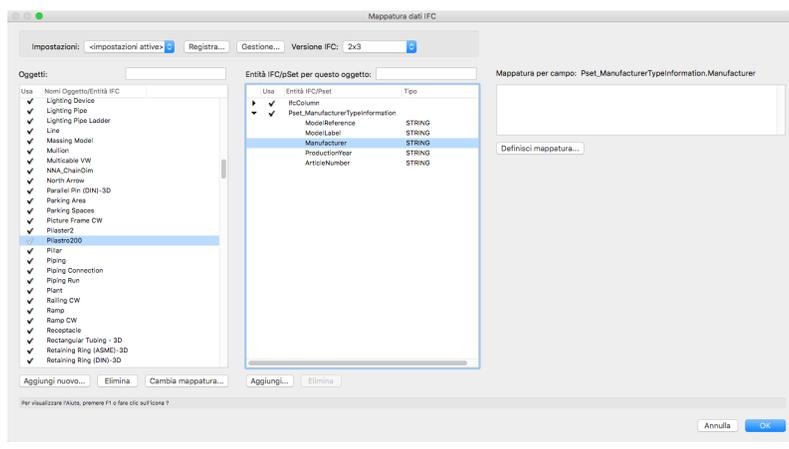

FIGURA 19
2. Selezionare il parametro desiderato per la mappatura. Per esempio, selezionare il parametro "Manufacturer" nel set proprietà **pSet_ManufacturerTypeInfoInformation** (FIGURA 19).